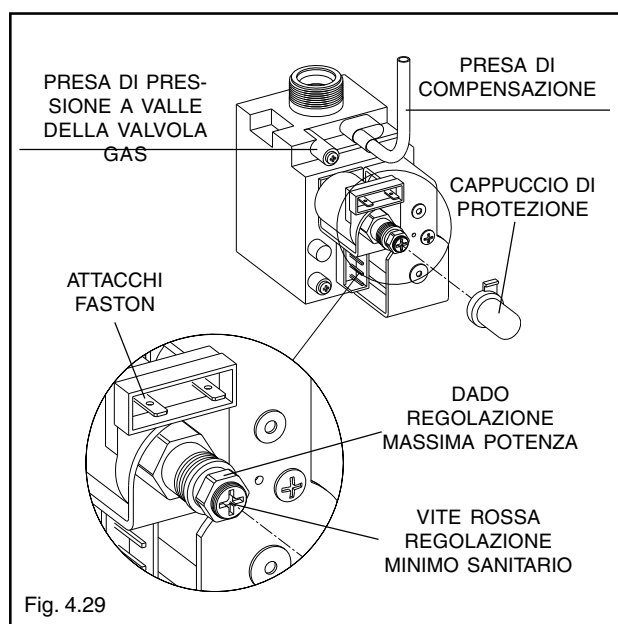

Fig. 4.29
- Scollegare la presa di compensazione dalla cassa aria (fig. 4.29)
- Con una chiave a forchetta CH10 agire sul dado di regolazione della massima potenza (fig. 4.29) per ottenere il valore indicato in tabella a pag. 8.